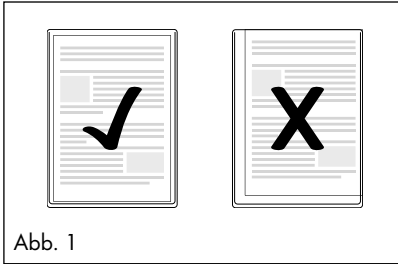

Abb. 1
- ▶ Achten Sie darauf, dass alle Ränder des Dokuments mindestens zwei Millimeter Abstand zum Rand der Folientasche haben müssen, wie in Abb. 1 dargestellt.